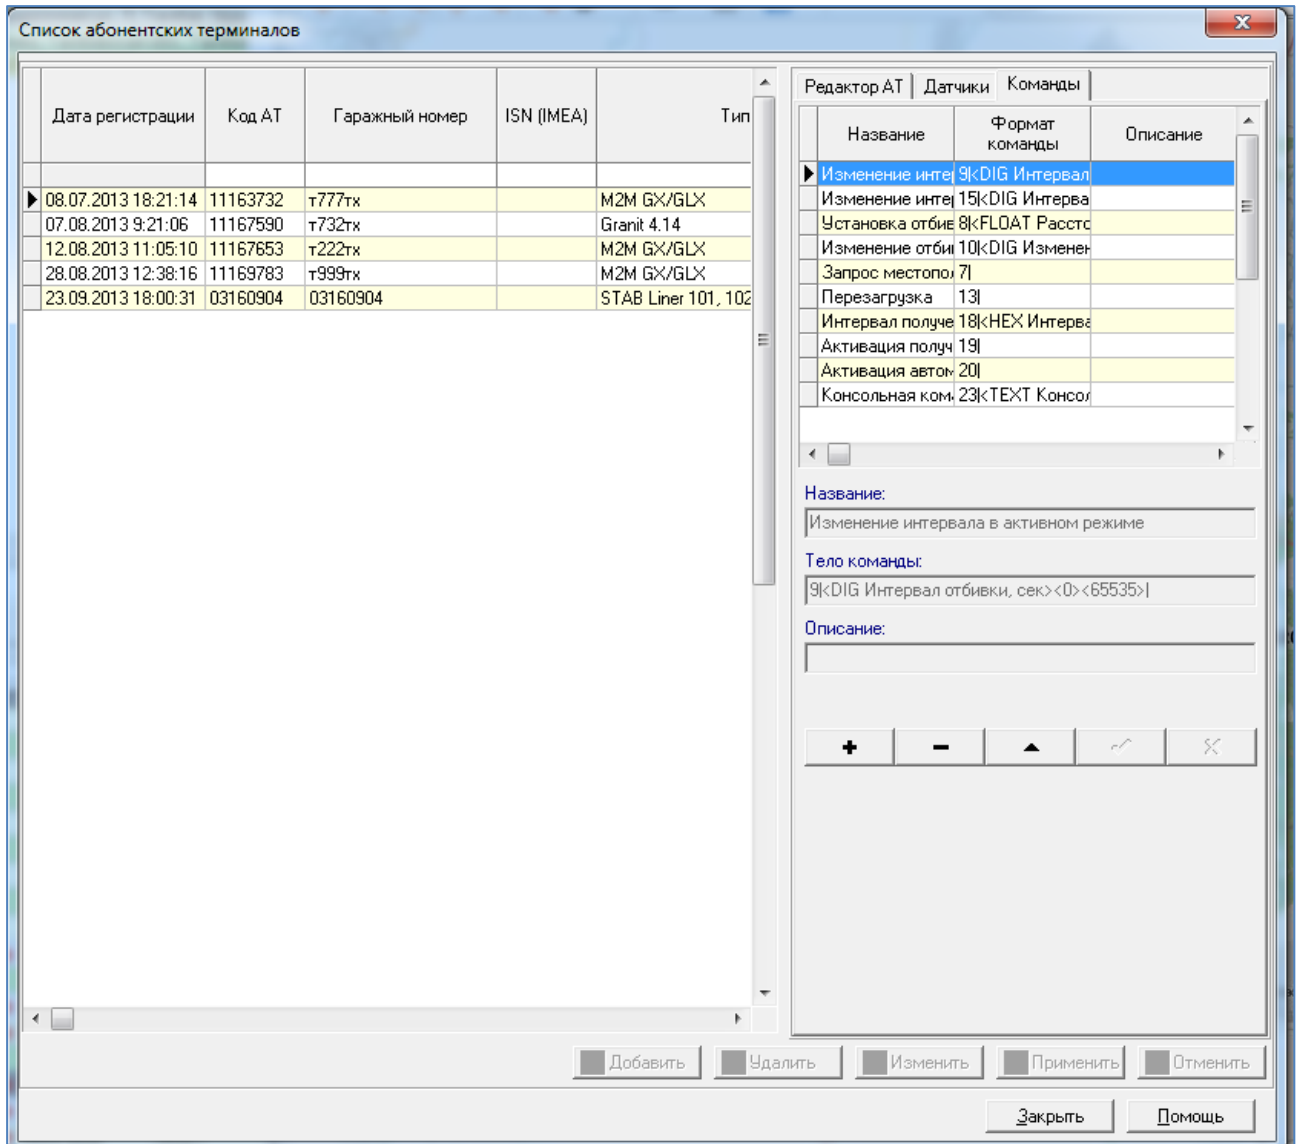

Рисунок 29 – Форма «Список абонентских терминалов» с активной вкладкой «Команды»
- 4) команд для АТ на вкладке «Команды» (см. Рисунок 29).
5.1 нажать кнопку . Поля для заполнения станут активными (см. Рисунок 29):